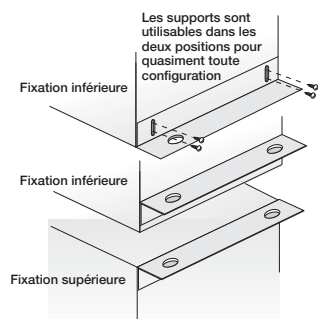

Figure 8 — Fixation des supports
- Attacher les supports de fixation réglables à l'appareil, mais ne pas serrer les vis avant d'avoir déterminé la hauteur correcte (Figure 8, page 4).